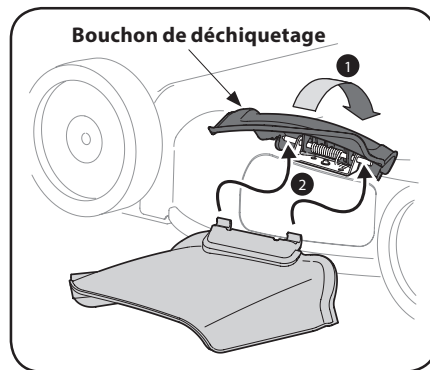

Figure 2-10
- Soulevez le bouchon de déchiquetage qui se trouve sur le côté de la tondeuse. Voir Figure 2-10.